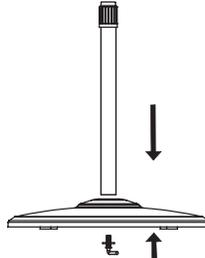

Abb. 2
- 2 Setzen Sie die Stange in den Standfuß und ziehen Sie die Kunststoffmutter fest (falls Sie sich nicht festziehen lässt, überprüfen Sie die Muttern an der Unterseite des Gehäuses) (Abb. 2)